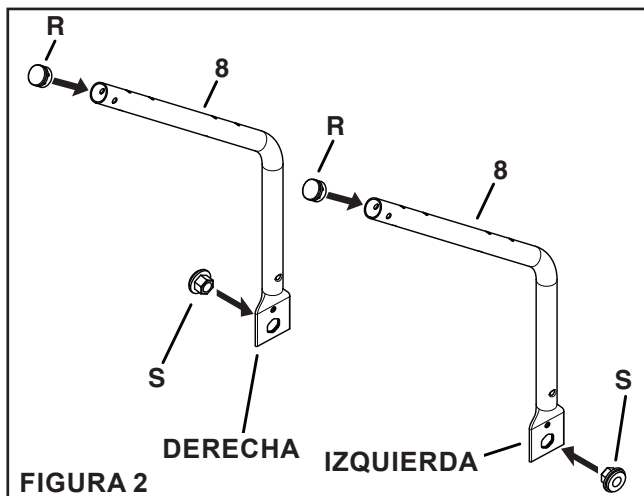

FIGURA 2
Paso 2: (Véase la Figura 2)
1. Inserte los tapones (R) en los extremos de los tubos del depósito (8) utilizando un mazo de goma, si es necesario.
2. Inserte los rodamientos hexagonales con pestaña (S) en los orificios de los tubos de soporte de la tolva (8), tal como se muestra a continuación.